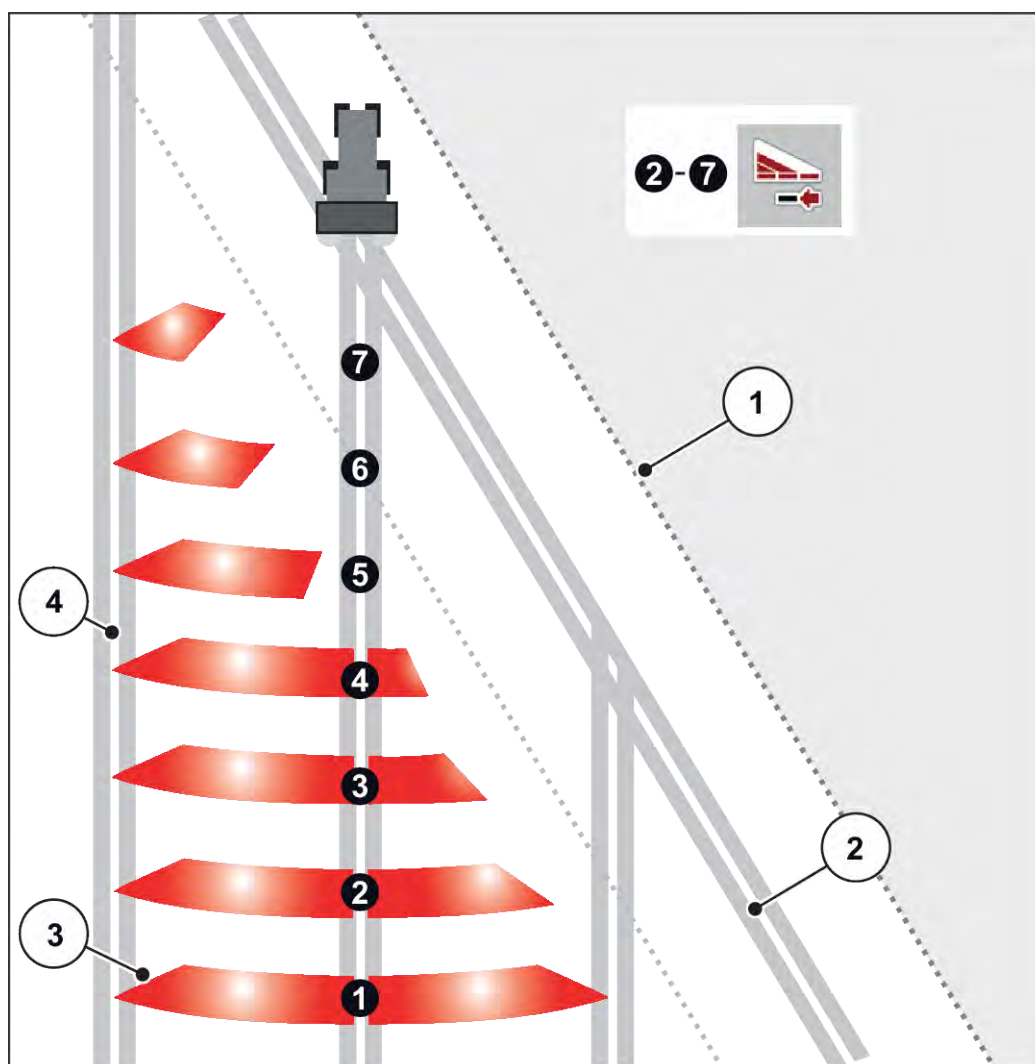

Fig. 42: Comandă automată a lățimii parțiale
- Comutarea lățimii parțiale este posibilă dinspre exterior spre interior sau din interior spre exterior. Vezi Fig. 42 Comandă automată a lățimii parțiale.